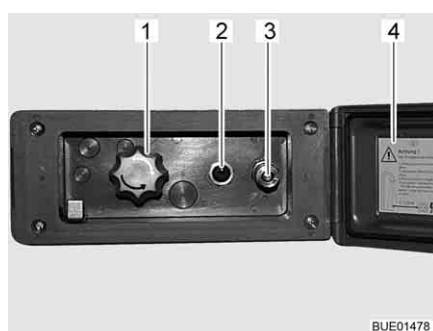

Bild 158 Duschanschluss außen
- Deckel (Bild 158,4) entriegeln und öffnen.
- Schlauch der Außendusche am Schnellverschluss (Bild 158,3) anschließen.
- Wasserpumpe mit Schalter (Bild 158,2) einschalten.
- Wassertemperatur mit Drehknopf (Bild 158,1) nach Wunsch einstellen.
- Wasserpumpe mit Schalter (Bild 158,2) ausschalten.
- Deckel (Bild 158,4) schließen und mit Schlüssel verriegeln.
- Drehknopf (Bild 158,1) auf Mittelstellung stellen.